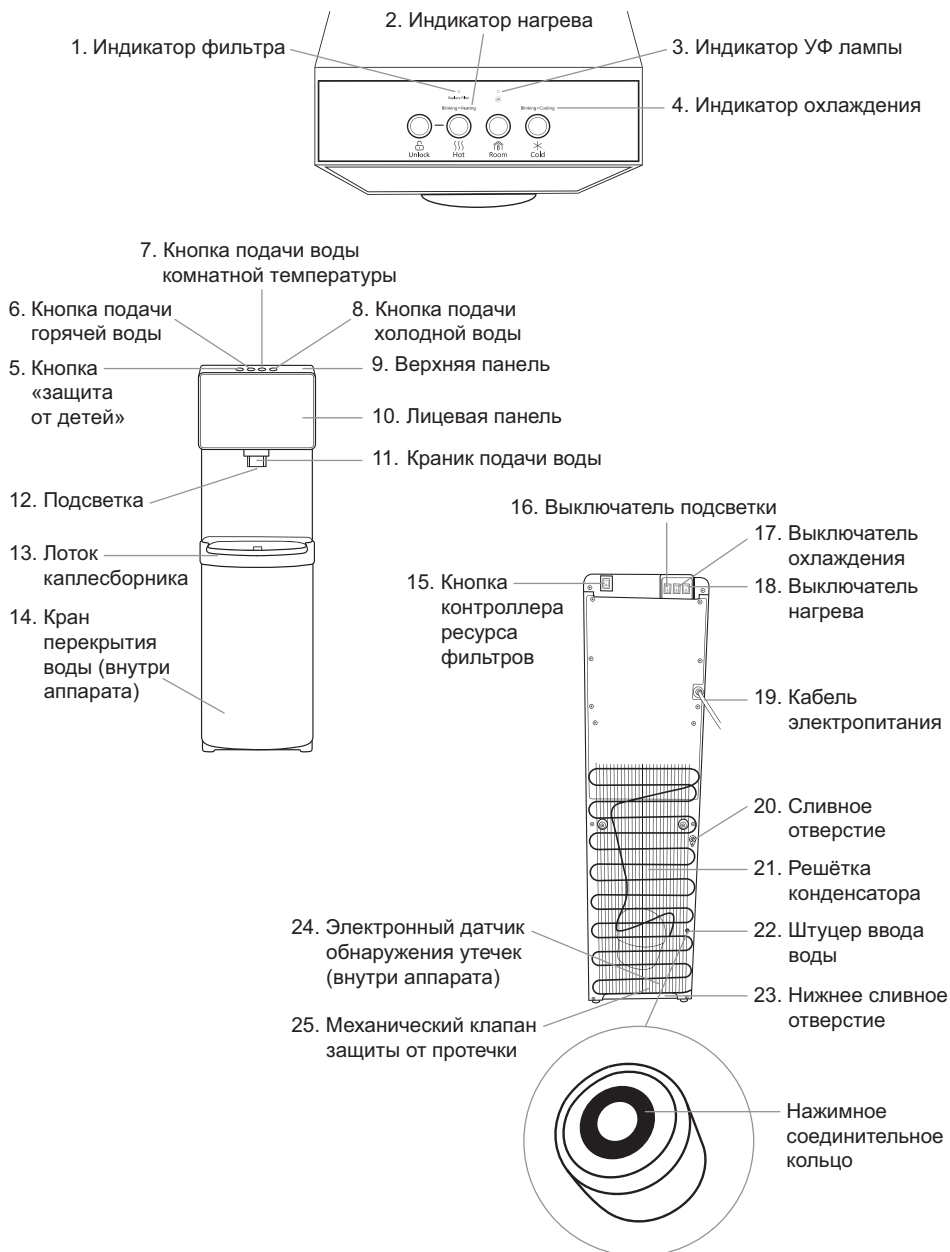

Рис. 1. Схема аппарата V450PUFSM
Индикатор нагрева (рис. 1–2)
Индикатор охлаждения (рис. 1–4)
Индикатор фильтра (рис. 1–1)
Индикатор УФ лампы (рис. 1–3)
Поставьте чашку или другую емкость для воды на лоток каплесборника (рис. 1–13) под краник подачи воды (рис. 1–11).
Чтобы налить горячую воду сначала нажмите на кнопку «защиты от детей» (рис. 1–5), затем нажмите и удерживайте кнопку подачи горячей воды (рис. 1–6). Во время подачи воды кнопка подсвечивается красным цветом.
Чтобы налить воду комнатной температуры или холодную воду, нажмите и удерживайте кнопку подачи воды комнатной температуры или холодной воды (рис. 1–7, 1–8). Во время подачи воды кнопка подачи воды комнатной температуры подсвечивается оранжевым цветом, а кнопка подачи холодной воды подсвечивается синим цветом.
Подсветка аппарата (рис. 1–12) включается и выключается с помощью выключателя (рис. 1–16), расположенного на задней панели аппарата.
Перед включением нагрева или охлаждения обязательно убедитесь, что вода поступает во внутренние резервуары аппарата, для чего нажмите на кнопки подачи горячей (рис. 1–6) и холодной воды (рис. 1–8) и слейте небольшое количество воды через краник (рис. 1–11).
Для включения/отключения опций нагрева или охлаждения переключите тумблер нагрева (рис. 1–18) или охлаждения (рис. 1–17) в соответствующее положение – «включено» (I) / «выключено» (O). Не включайте данные опции, когда аппарат не заполнен водой. Если кабель электропитания (рис. 1–19) и выключатель нагрева (рис. 1–18) были включены, когда система еще не наполнилась водой полностью, сработает термозащита, которую сможет отключить только специалист сервисного центра.
Когда Вы убедились, что холодная и горячая вода из краника идет непрерывной струей, установите выключатели нагрева и охлаждения (рис. 1–18, 1–17) в положение I.
При первом включении аппарата (или после длительного отключения) время нагрева воды длится 15–20 минут, время охлаждения воды длится около 1 часа и 20 мин. В это время компрессор может работать непрерывно, это не является неисправностью. Во время процесса нагрева будет гореть индикатор (рис. 1–2), расположенный над кнопкой подачи горячей воды. Во время процесса охлаждения будет гореть индикатор (рис. 1–4), расположенный над кнопкой подачи холодной воды. По завершению процесса нагрева/охлаждения индикатор погаснет.
1. Лоток каплесборника (рис. 1–13) устанавливается в верхней части дверцы. Фиксация после характерного щелчка.
1. Перед санобработкой убедитесь, что выключатели охлаждения (рис. 1–17) и нагрева (рис. 1–18) находятся в выключенном состоянии (○), и аппарат отключен от электросети.
- Подставьте под расположенное на задней панели аппарата сливное отверстие (рис. 1–20) вместительную емкость, например, ведро. Снимите сливную заглушку и слейте воду из аппарата. После снятия сливной заглушки вода начинает поступать моментально.
2. Налейте раствор в бак охлаждения и убедитесь, что вода может поступать из краника (рис. 1–11).
3. Подсоедините шнур питания к электросети, переведите выключатель нагрева воды (рис. 1–18) в положение «включено» (I), и оставьте аппарат на 15 минут, чтобы раствор нагрелся.
4. Переведите выключатель нагрева воды (рис. 1–18) в положение «выключено» (O) и оставьте аппарат на 20 минут, чтобы раствор остыл.
5. Слейте жидкость через сливное отверстие (рис. 1–20) и два-три раза промойте аппарат чистой водой, следуя инструкциям, приведенным в разделе о промывке аппарата. Во избежание повреждения аппарата снимайте только указанные компоненты аппарата.